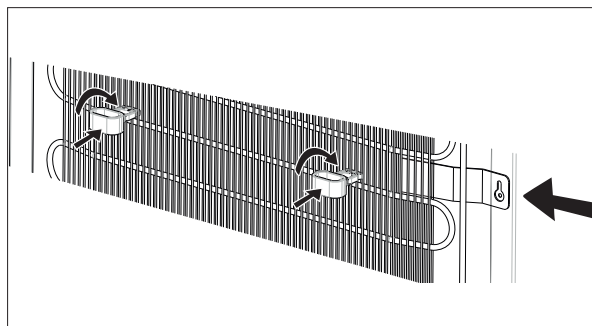

Fig. 21
- ▶ Monter begge afstandsholdere (17) på højde med den øverste fastspændingsplade (se pil til højre i fig. 21) på køleribberne på apparatets bagside.
- ▶ Anbring afstandsholderen (17) i vertikal position indtil udsporingen med identifikationen **T** mellem to køleribber og drej den 90° til horisontal position som vist i fig. 21. Dette forhindrer direkte kontakt mellem kondensator og væg.
- ▶ Juster apparatet vandret, udlign ujævnheder på underlaget ved at skrue apparatfødderne (6) ind.